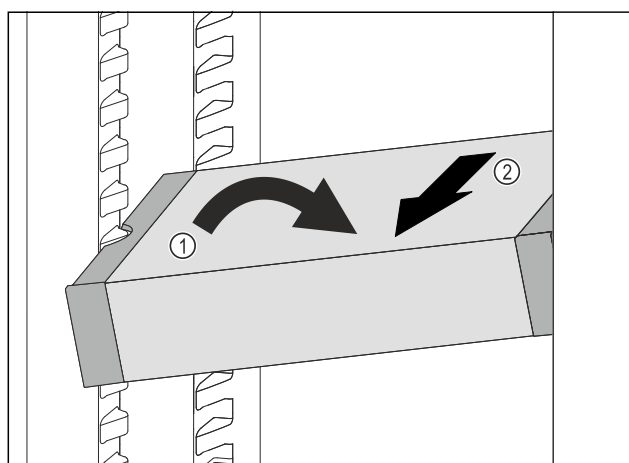

Fig. 181
- Ukosite ladicu VarioSafe u hladnjaku. Fig. 181 (1)
- Izvadite ladicu VarioSafe prema naprijed. Fig. 181 (2)